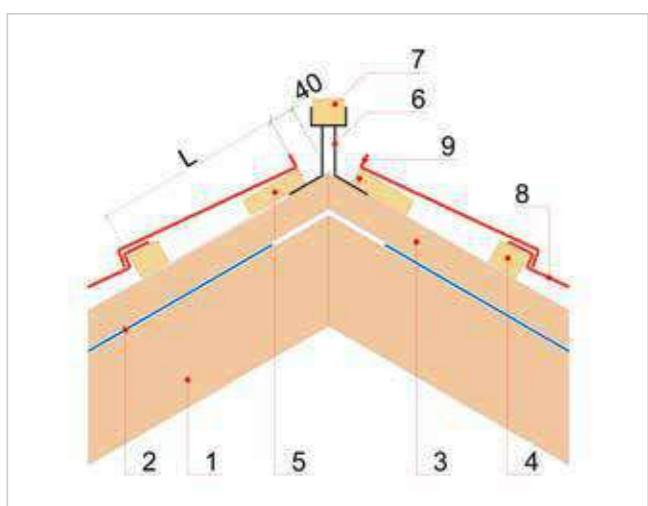

Рисунок 20
5.5.4 При монтаже верхних неполноразмерных панелей измеряется расстояние (*L*) от нижнего края нижнего бруска до верхнего края верхнего бруска шаговой обрешетки (линия сгиба) (Рисунок 20). К этому расстоянию добавляется 20 мм (линия реза). Панели подгибаются и режутся, далее крепятся к нижнему и верхнему брускам шаговой обрешетки.